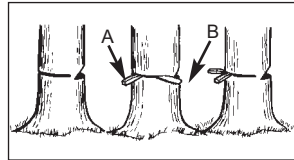

рис. 10C
1. Используйте деревянные или пластмассовые клинья (G) для предотвращения изгиба шины и цепи (H) в пропилах. Клинья также контролируют падение дерева (рис. 10C).